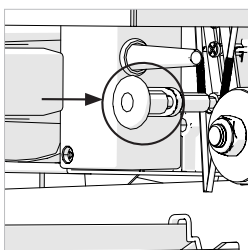

Fig. 17
- Baje la cabeza de corte a la posición completamente bajada, «capturando» la protección inferior auxiliar de la hoja. Empuje el gancho de cerrojo de la cabeza de corte en su cavidad. **(Fig. 17)**